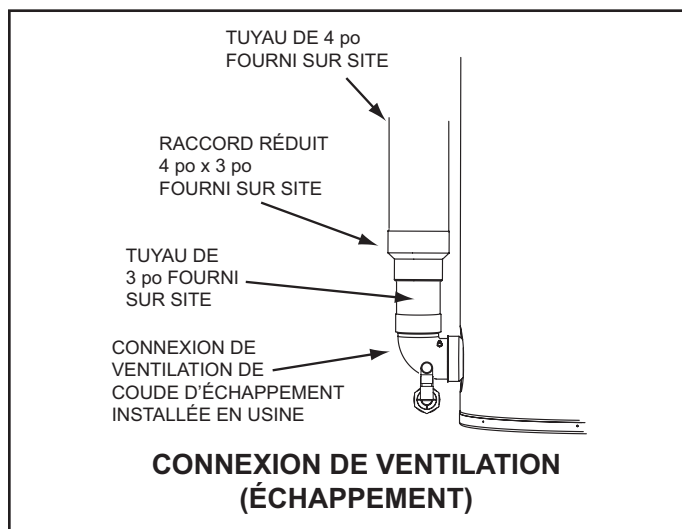

Figure 18
11. Pour installer un tuyau de 4 po, effectuer une transition au tuyau de 3 po au niveau du coude d'évacuation sur le chauffe-eau comme l'indique la Figure 18. Le tuyau de 3 po installé sur site entre le coude d'évacuation et le raccord de réduction 4 po x 3 po doit être de 45 cm (18 po) maximum en longueur.
12. Pour installer un tuyau de ventilation de 4 po, effectuer une transition au tuyau de 3 po au niveau du coude d'évacuation sur le chauffe-eau comme l'indique la Figure 18 à la page 25. Le tuyau de 3 po installé sur site entre le coude d'évacuation et le raccord de réduction 4 po x 3 po doit être de 45 cm (18 po) au maximum en longueur.